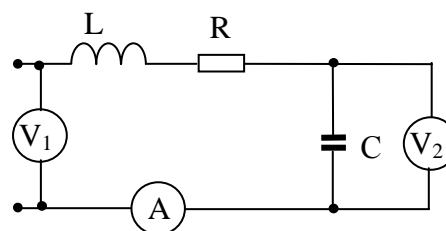

Рис.2.4.19
2.4.19. Электрическая цепь (рисунок 2.4.19) настроена на получение резонанса при $f=50$ Гц. Показания приборов при этом составили: $I=10$ А, $U_1=127$ В, $U_2=314$ В. Определить параметры R и L катушки.